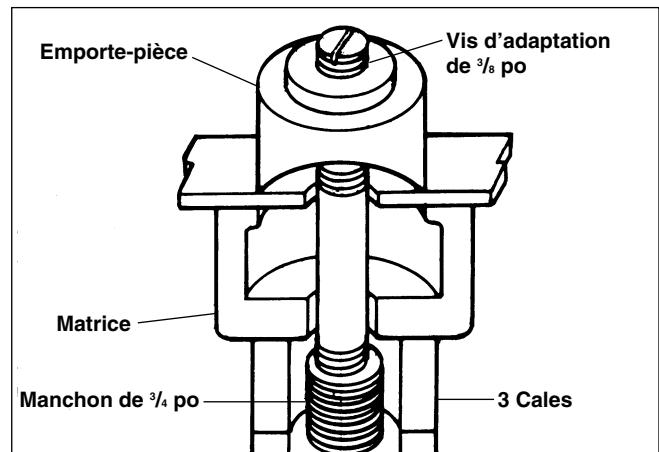

Figure 3 – Décochage de trous de $\frac{1}{2}$ po
5. Positionnez la matrice de $\frac{1}{2}$ po sur le manchon de $\frac{3}{8}$ po avant de faire passer l'extrémité du manchon à travers l'avant trou déjà percé, puis filetez l'emporte-pièce sur le manchon de manière à ce que sa pointe vienne à peine toucher la surface du matériau (*Figure 3*). Actionnez la pompe comme indiqué ci-dessous.